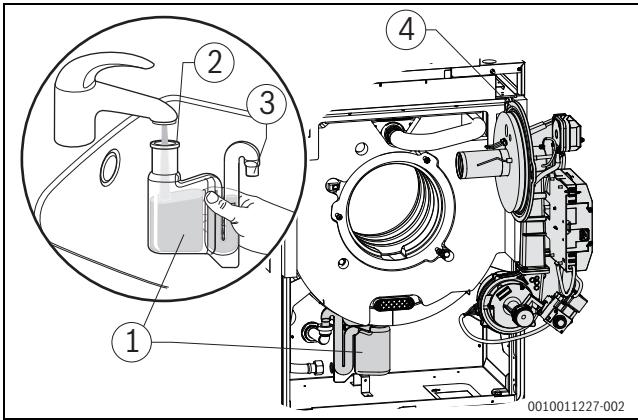

Bild 60 Siphon reinigen
- ▶ Vor Brennermontage den richtigen Sitz des O-Rings (→ Bild 60, Seite 37) überprüfen und ggf. korrigieren.